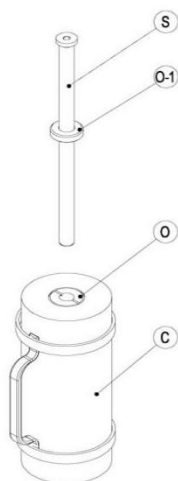

图 9
9) 当弹簧压套 ( K ) 装进填料盒 ( C ) 后, 把子口端朝下, 放在干净的工作表面上。填料盒自身的重量会使压套压紧弹簧, 填料盒应该水平放置在工作表面上。( 见图 9 )